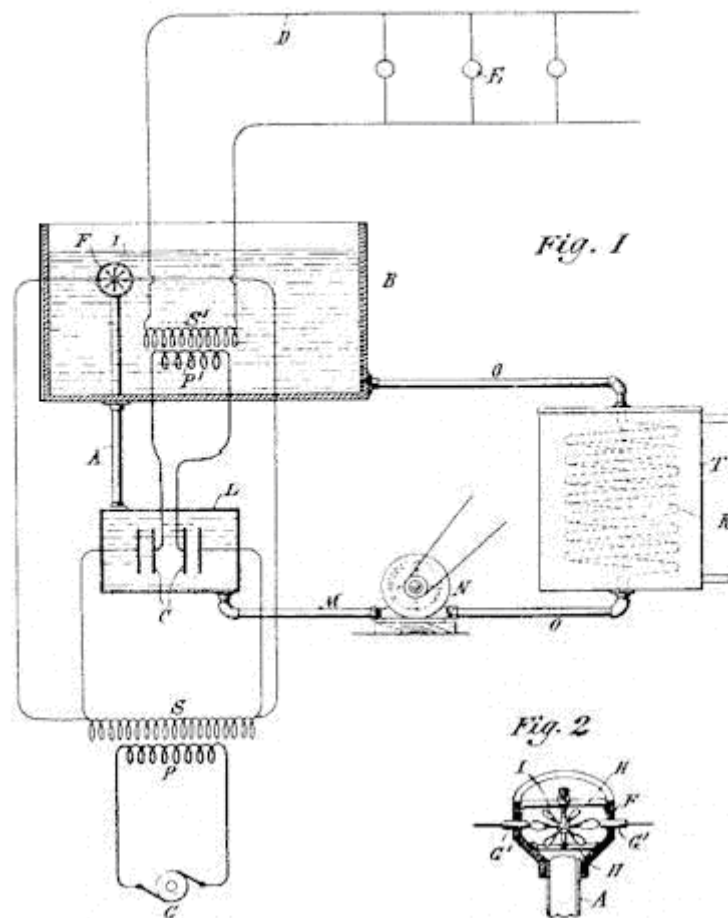

Figura 34.
**Tesla.** - El aparato (Fig. 34) consiste en una bobina primaria y otra secundaria sumergidas en un gran tanque de aceite. La ruptura se hace por medio de una turbina. El aceite circula gracias a una bomba, y la corriente fuerza a la turbina que afecta al salto y a la ruptura. Debido al hecho de que el aceite usado es muy buen aislante, que fluye rápidamente y que tiene mucha capacidad dieléctrica, el momento de salto y el de ruptura estaban muy próximos y los arcos eran sumamente cortos. De acuerdo con eso los efectos eran más intensos. Aquí (T en la Fig. 1 de la figura 34) hay un enfriador a través del cual circulaba el aceite. Aceite que era impulsada a través de los huecos a gran velocidad, y que conforme salía era repuesto de nuevo hacia el tanque y hacia la corriente que arrastraba la turbina.
**Tesla.**- Este (S`) es mi circuito oscilador. Este (S) es mi transformador desde el cual se carga el condensador. Aquí (En S) tenemos 20.000 voltios, o lo que fuera, del transformador comercial y aquí (En S`) está el secundario que genera las corrientes de alta frecuencia. El cuerpo giratorio se muestra en detalle en la Fig.2 de la figura 34. Tengo una razón muy especial para mostrar esto. Renirme con esta gran persona Helmholtz y otros científicos, y traer ante ellos por primera vez los resultados de años de trabajo previo, fue un momento importante en mi vida. Especialmente porque el profesor Helmholtz mismo me dio la seguridad de que lo que explicaba era realizable si yo podía construir el aparato. Eso me animó mucho.